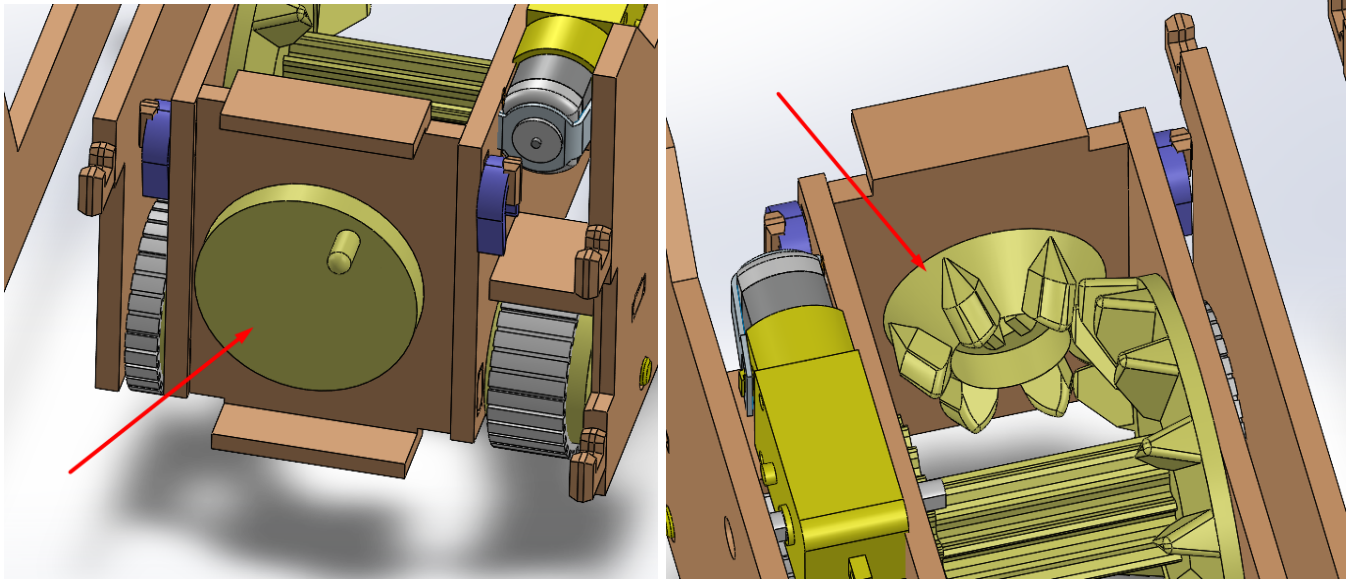
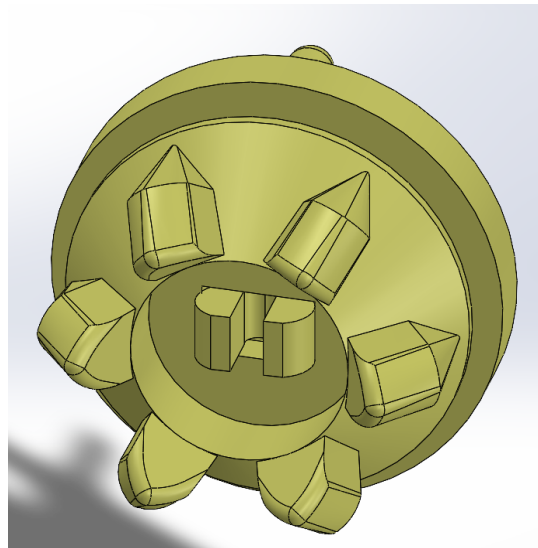

FIGURE 11
FIGURE 12
**ÉTAPE 9:** Dans cette étape, nous prenons enfin les deux pièces numérotées 8 et 9, nous les passons à travers le trou circulaire dans la pièce numérotée 4 qui fait déjà partie du robot, comme on le voit dans la figure 11, nous faisons glisser la
pièce d'engrenage conique numérotée 8 à l'intérieur et la plaque avec le doigt fin (numéro 9) à l'extérieur (en faisant attention de ne pas casser le doigt fin), et nous essayons de les emboîter l'une dans l'autre à travers le trou circulaire, comme on le voit dans la figure 11. Une vue plus claire du mécanisme d'emboîtement est présentée dans la figure 12.